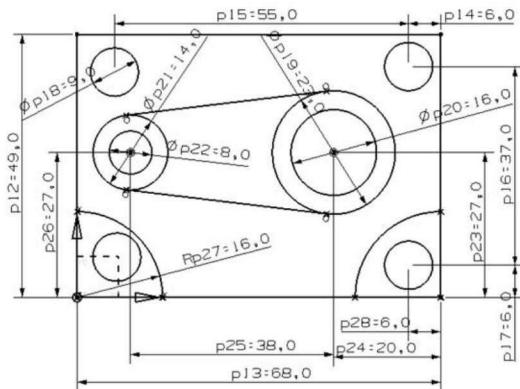

图 1.14 完成草图绘制
(13) 草图绘制完成，如图 1.14 所示，单击“完成草图”按钮~~完成草图~~，退出草图绘制，返回实体建模空间。